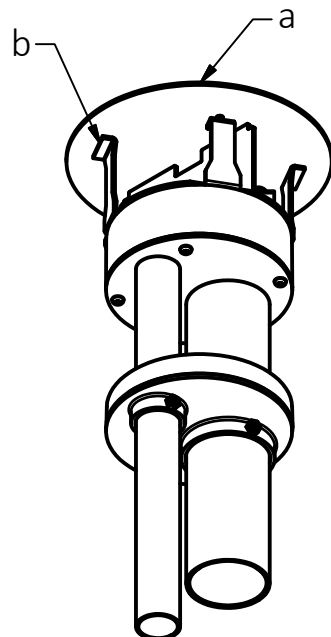

FIG. 1
- 3) Presione hacia abajo sobre la placa de instalación (a) para insertar la caja de servicio en el agujero cortado. Empuje hasta que los soportes (b) estén al ras con el piso de concreto. Fig. 1
- 3) Press down onto installation plate (a) to insert service fitting into the cored hole. Push until brackets (b) sit flush against the concrete floor. Fig.1
- 3) Exercer une pression vers le bas sur la plaque (a) pour introduire l'accessoire de service dans l'ouverture réalisée avec le trépan. Enfoncer jusqu'à ce que les supports (b) reposent à égalité du plancher de béton. Fig. 1